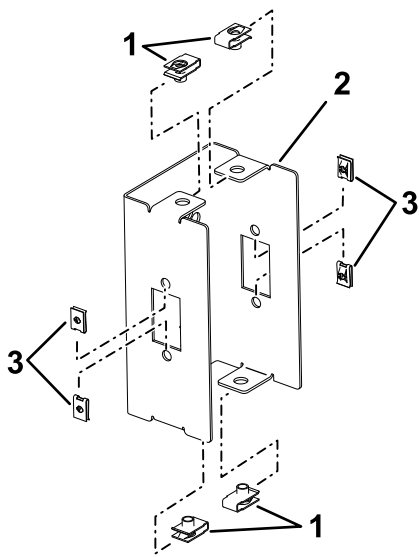

Figure 1
1. Placez les grands écrous rapides en haut et en bas du support du feu (Figure 1).
2. Placez les petits écrous rapides sur les côtés du support du feu (Figure 1).